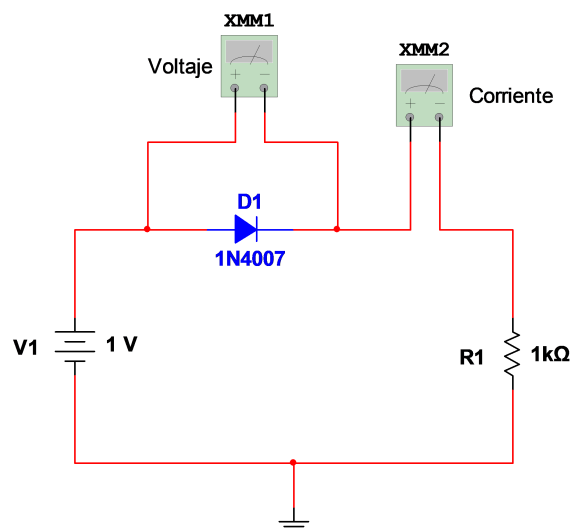

Figura 4. Circuito para la polarización directa del diodo.
- a) Arme el circuito de la figura 4 y, con el simulador Proteus, tome las medidas solicitadas en la tabla 1.
- b) En el protoboard, arme el circuito de la figura 4. Antes de encender la fuente de alimentación considere lo siguiente: